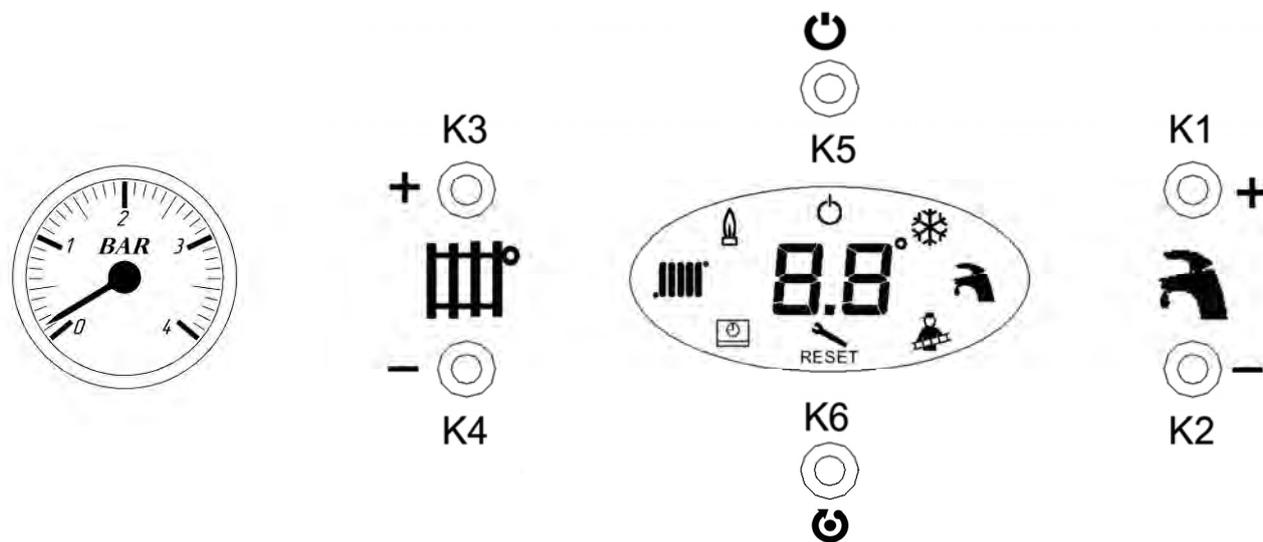

Рис. 8. Панель управления котлом
Всё управление котлом осуществляется с панели управления, внешний вид которой показан на Рис. 8. Если к котлу подключен выносной пульт, то управление осуществляется с него, кнопки панели управления не активны.
При подключении котла к сети электропитания, он автоматически входит в тот режим работы, в котором находился в момент отключения от сети. Смена режимов работы котла осуществляется нажатием на кнопку K5 на панели управления котлом (см. Рис. 8). Ниже представлена последовательность смены режимов работы котла.
- 4) включите котел, не открывая газовый кран, чтобы насос полностью удалил воздух из системы отопления. При этом давление может снизиться до 1 бар и котел выдаст ошибку 04 (неудачный розжиг). Для сброса ошибки необходимо нажать кнопку К6 (RESET) (см. Рис. 8, стр. 19).